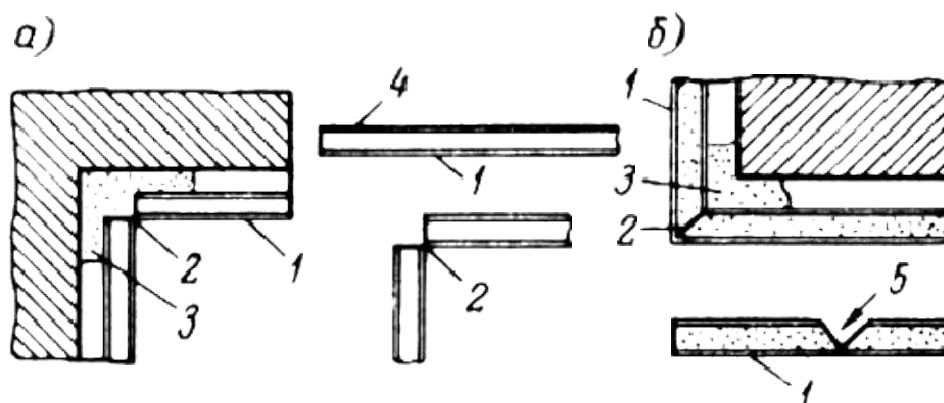

Рис. 2. Заготовка и крепление листов сухой штукатурки при облицовке углов
5. Раскрой листов вручную производят при помощи ножа на верстаке (рис. 2.). Пользуясь рейсшиной, делают надрез с лицевой стороны листа на глубину, равную половине его толщины. Затем лист укладывают на край стола - верстака, перегибают его по линии надреза и прорезают второй лист картона.